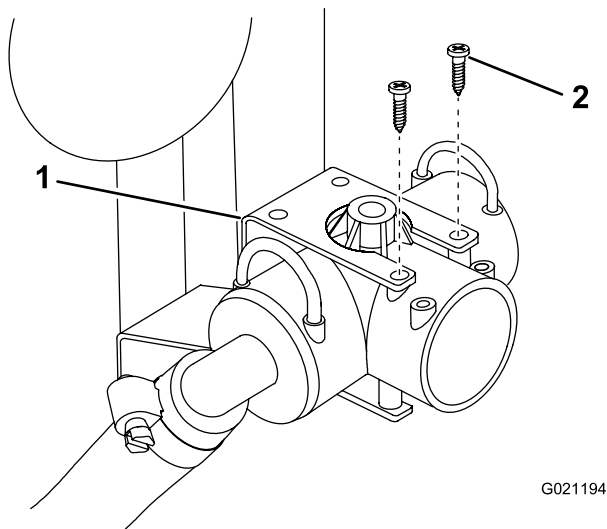

Bild 5
- Entfernen Sie die zwei Schrauben, mit denen der Zufuhr-T-Anschluss an der Befestigungshalterung montiert ist. Entfernen Sie den Zufuhr-T-Anschluss und die Schläuche (Bild 5).
- Setzen Sie das neue Regelventil in den offenen Port am Zufuhr-T-Anschluss ein und befestigen es mit einer neuen Befestigung (Bild 5).